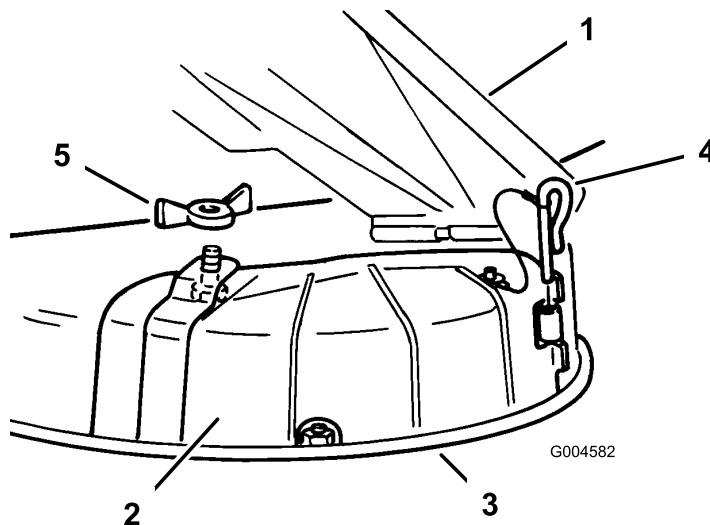

Figure 25
3. Retirez l'écrou à oreilles et le boulon qui fixent l'obturateur d'éjection en place (Figure 25).
4. Enlevez l'axe de charnière qui fixe l'obturateur au plateau de coupe (Figure 25).
3. Soulevez le déflecteur d'herbe et placez l'obturateur d'éjection sur l'ouverture et le bord inférieur du carter du plateau de coupe, avant de l'insérer dans la charnière avant (Figure 25).
4. Insérez l'axe dans la charnière (Figure 25).
5. Fixez l'obturateur d'éjection à la tondeuse à l'aide de l'écrou à oreilles (Figure 25).